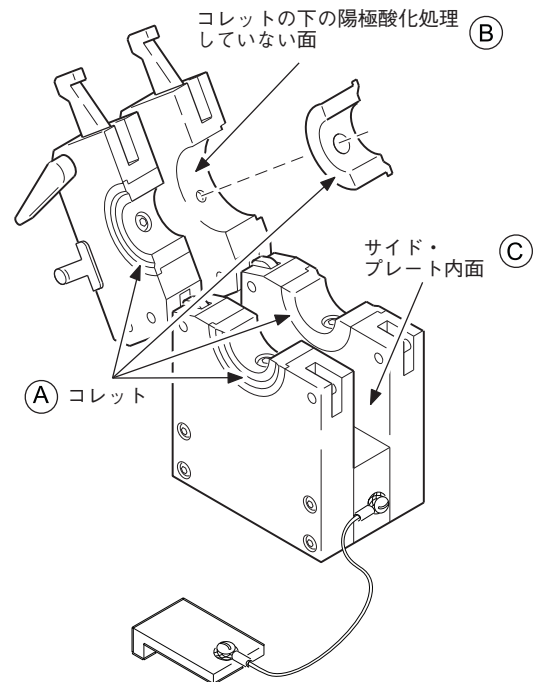

図 23 : コレットおよびコレット取り付け面のクリーニングを行う
1. フィクチャー・ブロックに汚れ、磨耗、損傷が生じていないか検査します。図 23 をご参照ください。
1. コレットの検査およびクリーニングを行います。図 23 (A) をご参照ください。
4. 目の細かい研磨パッドを使用して、サイド・プレートの陽極酸化処理していない接合表面から酸化物を取り除きます。図 23 (B) をご参照ください。
5. 清潔な柔らかい布を使用して、サイド・プレートの内面から汚れや酸化物を取り除きます。図 23 (C) をご参照ください。頑固な付着物は、目の細かい研磨パッドを使用して取り除いてください。